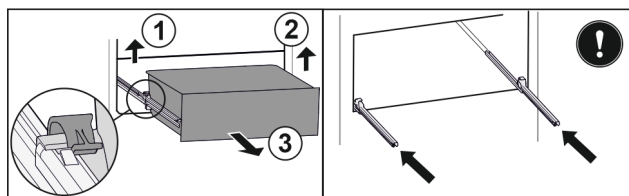

Fig. 78
- ▶ Levante la brida izquierda y, simultáneamente, tire de la parte izquierda del cajón hacia delante. Fig. 78 (1)
- ▶ Levante la brida derecha y, simultáneamente, tire de la parte derecha del cajón hacia delante. Fig. 78 (2)
- ▶ Extraiga el cajón hacia delante. Fig. 78 (3)